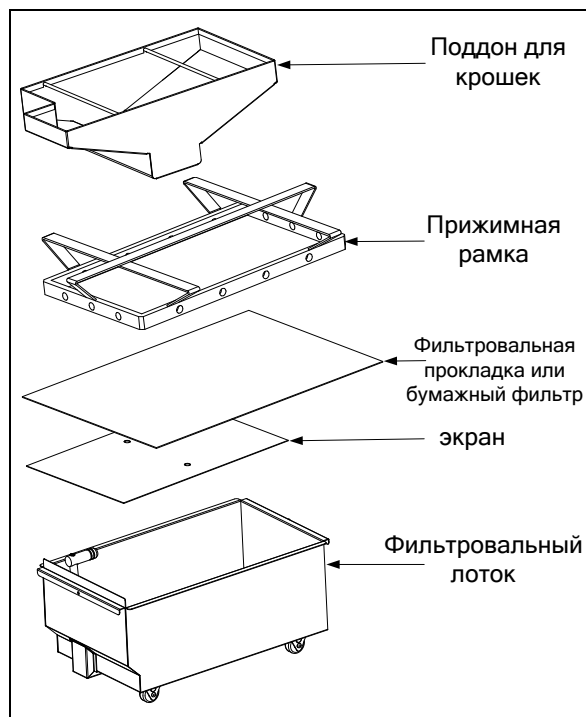

Рис. 1
1. Вытяните фильтровальный лоток из шкафа и извлеките крошкоулавливающий элемент, прижимную рамку, бумажный фильтр и сетчатый экран (см. рис. 1). Произведите очистку всех компонентов раствором моющего средства и горячей воды с последующей тщательной просушкой.
3. Затем, действуя в обратной последовательности, поместите металлический сетчатый экран в центр дна лотка и разместите бумажный фильтр поверх экрана с нахлестом на края лотка (см. рис. 1). При использовании фильтровальной прокладки, такую прокладку необходимо поместить на сетчатый экран грубой стороной вверх, между выпуклыми выступами фильтровального лотка.